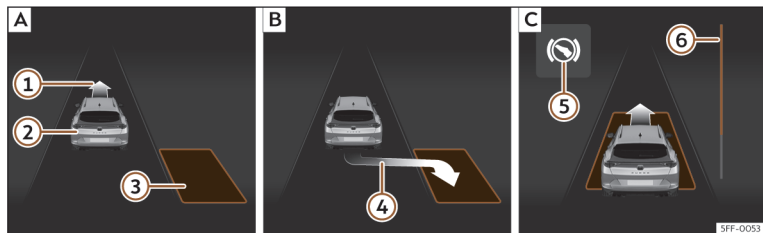
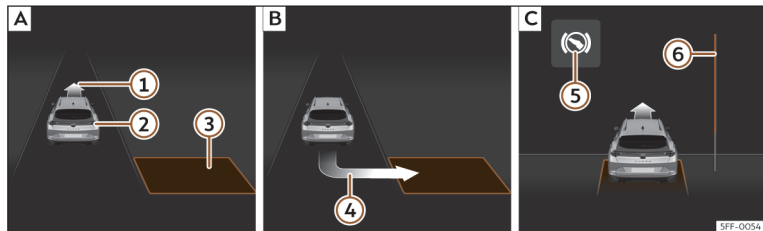

Fig. 151 No ecrã do painel de instrumentos: estacionar em paralelo. **[A]**: Procurar um lugar de estacionamento. **[B]**: Posição para estacionar. **[C]**: Manobrar.
Fig. 152 No ecrã do painel de instrumentos: estacionar em espinha. **[A]**: Procurar um lugar de estacionamento. **[B]**: Posição para estacionar. **[C]**: Manobrar.
para estacionar >>> **Fig. 151 [B]** ou >>> **Fig. 152 [B]**. O lugar foi considerado “apropriado” se no ecrã do painel de instrumentos aparecer a indicação de estacionar ④.
- Retroceda até o sinal contínuo do ParkPilot soar; **OU:** retroceda até aparecer a indicação de marcha à frente no ecrã do painel de instrumentos >>> **Fig. 151**  ou >>> **Fig. 152** ; **OU:** retroceda até aparecer a mensagem **Park Assist finalizado** no ecrã do painel de instrumentos. A barra de progresso  indica a distância a percorrer.
- Faça marcha à frente até soar o sinal contínuo do ParkPilot; **OU:** faça marcha à frente até aparecer a indicação de fazer marcha-atrás no ecrã do painel de instrumentos. O sistema de estacionamento assistido manobra o veículo em frente e em marcha-atrás até centrá-lo no lugar >>> **Fig. 151**  ou >>> **Fig. 152** .
A barra de progresso >>> **Fig. 151**  e
>>> **Fig. 152**  mostra simbolicamente no ecrã do painel de instrumentos a distância relativa que ainda falta percorrer. Quanto maior for a distância, mais cheia está a barra de progresso. Ao circular em marcha à frente, o conteúdo da barra de progresso diminui para cima, e ao circular marcha-atrás, diminui para baixo.